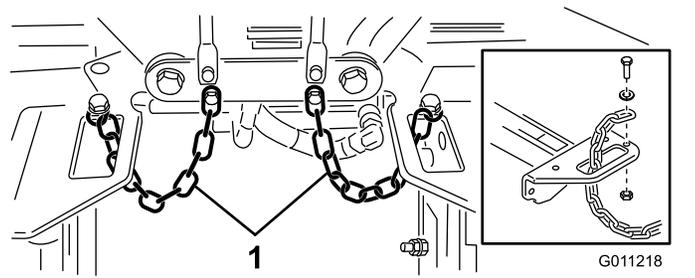

图 23
4. 将翻斗链条向上穿过承载架端部的槽口。用螺栓、垫圈和锁紧螺母将翻斗链条固定到承载架的顶部图 23。